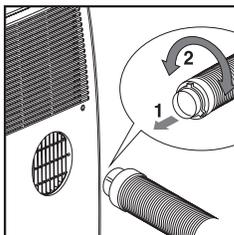

Fig. 1.
Étape 1: Reliez le tuyau d'évacuation d'air au logement situé à l'arrière de l'appareil (fig. 1).
- Reliez le tuyau au logement situé à l'arrière de l'appareil (fig. 1).